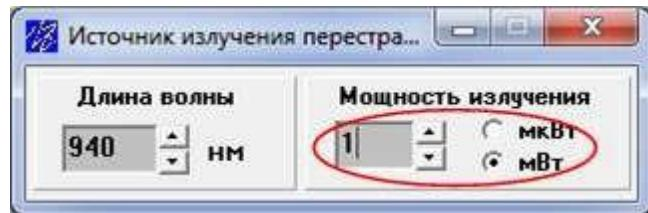

Рис. 7.11. Установка параметров перестраиваемого ИИ
3. В свойствах перестраиваемого источника установите выходную мощность излучения равной 1 мВт (рис. 7.11).
- В свойствах перестраиваемого источника установите выходную мощность излучения равной 0 мВт (рис. 7.11).
- В свойствах перестраиваемого источника установите выходную мощность излучения равной 0 мВт (рис. 7.11). Выберите длину волны 850, 1310 или 1550 нм, используя результаты исследования п. 2.1. Она должна лежать в области наибольшей спектральной чувствительности исследуемого ФД.